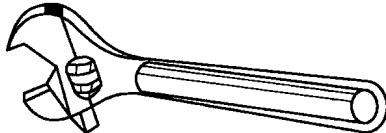
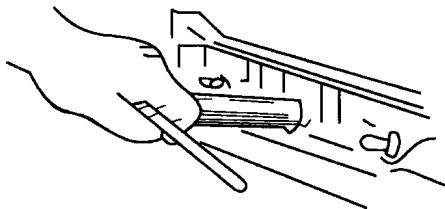

图 1-5 活扳手
图 1-6 火花塞套筒扳手
(5) 活扳手 (见图 1-5) 活扳手的开口宽度可调节, 能在一定范围内变动尺寸。其优点是遇到不规则的螺母或螺栓时更能发挥作用, 故应用较广。使用活扳手时, 扳手口要调节到与螺母对边贴紧。扳动时, 应使扳手可动部分承受推力, 固定部分承受拉力, 且用力必须均匀。其规格是以最大开口宽度 S (mm) 来表示的, 常用的有 150mm、300mm 等。
(6) 管子扳手 管子扳手主要用于扳转金属管子或其他圆柱工件。管子扳手口上有牙, 工作时会将工件表面咬毛, 应避免用来拆装螺栓、螺母。
(7) 火花塞套筒扳手 (见图 1-6) 火花塞套筒扳手是一种薄壁长套筒、用手拆除火花塞的专用工具。使用前, 应根据火花塞六角对边的尺寸, 选用内六角对边尺寸与其相同的火花塞套筒。拆卸时, 套筒应对正火花塞六角头, 套接要妥当、不可歪斜, 应逐渐加大扭力, 以防滑脱。